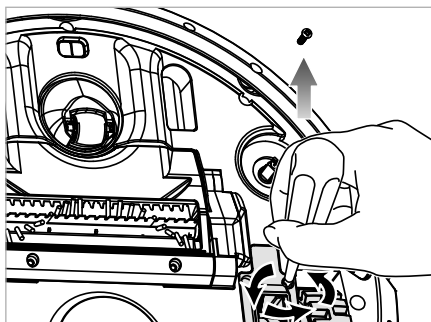

Fig. 19
- 1) Îndepărtați cele două șuruburi de pe capacul roții 19/35 cu o șurubelniță în cruce (neinclusă în furnitură) (a se vedea fig. 19).